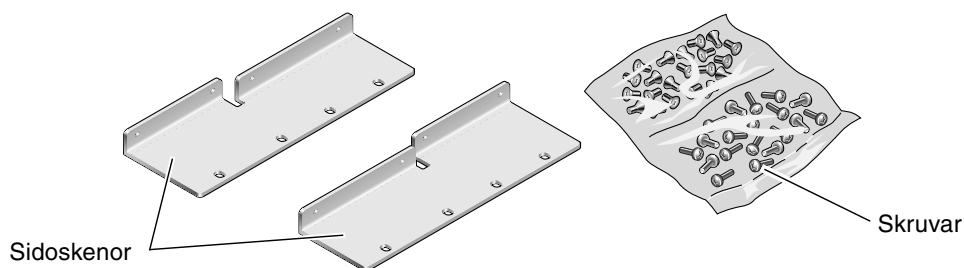

BILD 3-23 Innehåll i paketet för 23-tums 2-bensrack
1. Ta fram sidoskenorna från rackpaketet (BILD 3-23).